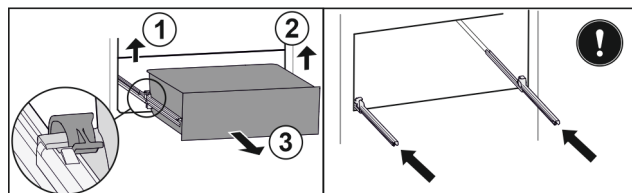

Fig. 119
- Levante la brida izquierda y, simultáneamente, tire de la parte izquierda del cajón hacia delante. Fig. 119 (1)
- Levante la brida derecha y, simultáneamente, tire de la parte derecha del cajón hacia delante. Fig. 119 (2)
- Extraiga el cajón hacia delante. Fig. 119 (3)